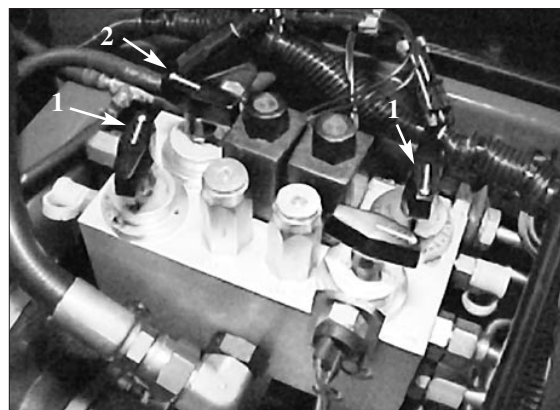

Figure 56
- Repérer les boutons de sélection de vitesse de rotation des cylindres et de rodage (Fig. 56). Tourner le(s) bouton(s) de rodage voulu(s) en position de rodage et le(s) bouton(s) de sélection de vitesse de rotation des cylindres en position "1."